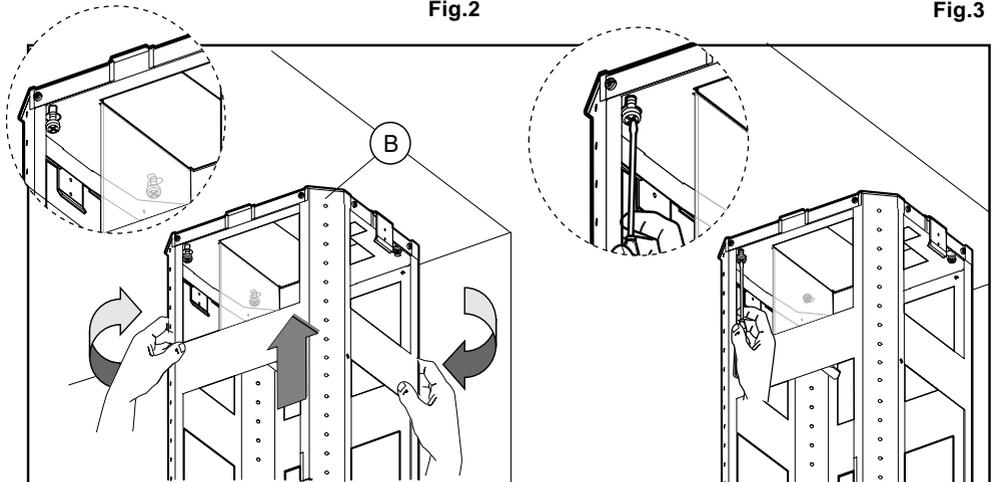

Fig.4
- Prendere la parte superiore della struttura **B** (fig.4) ed inserirla sulle 3 viti non avvitate completamente in corrispondenza delle 3 asole.
Fare una piccola rotazione per l'incastro (fig.4) e Avvitare la quarta vite **X** e tirare le altre 3 restanti per permettere il bloccaggio definitivo della parte superiore della struttura **B**